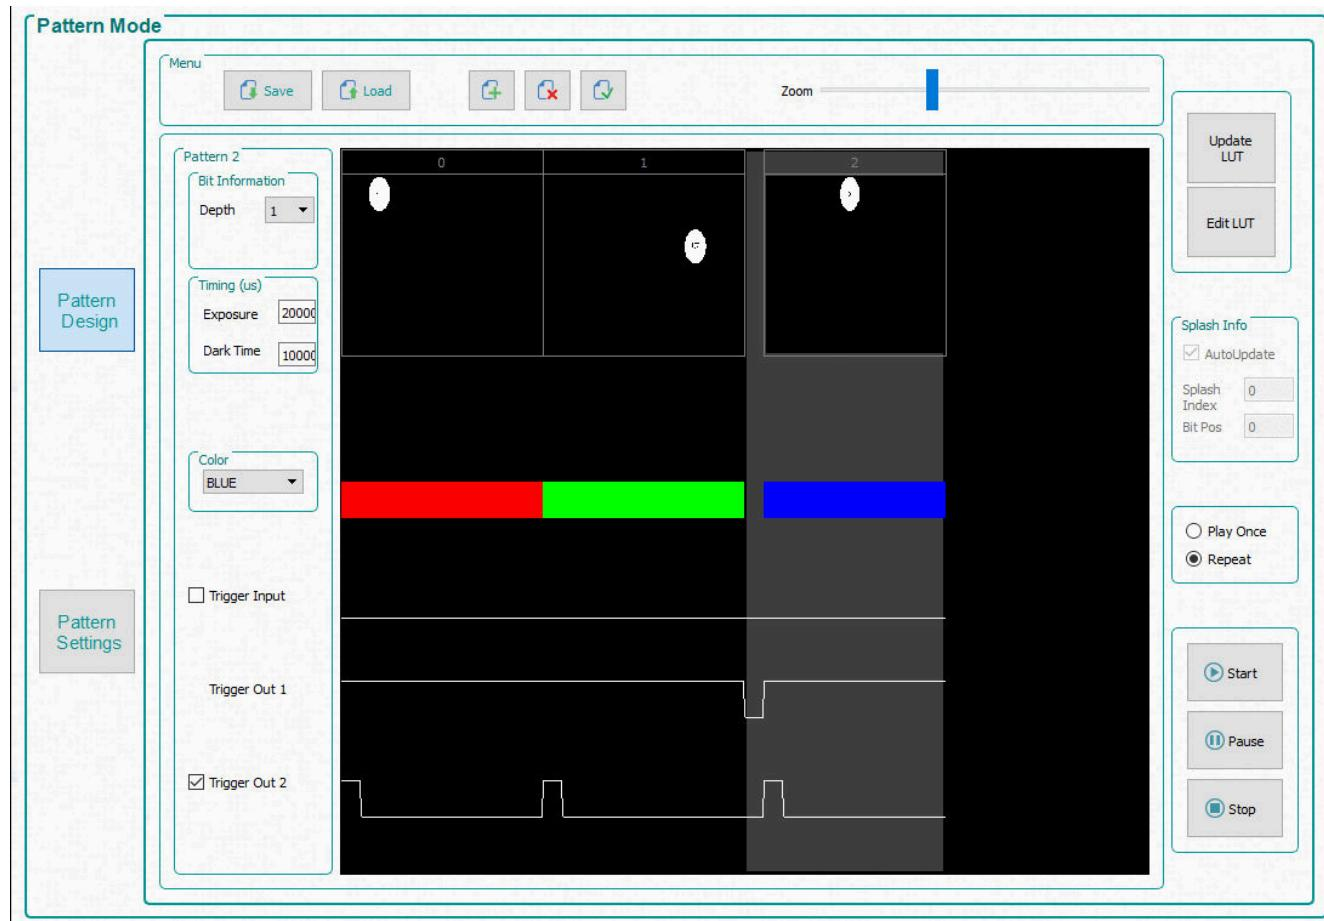

图 2-2. 简单的三个图案序列
在接下来的三个步骤中，所选图案由浅灰色选择区域表示。请参阅 图 2-2，其中展示了所选的第三个图案（图案 2）。
5. 选择第三个图案，并选择位深度为 1。将曝光时间设置为 200000μs，将黑暗时间设置为 100000μs，并将颜色选择为 Blue。图 2-2 展示了图案序列。